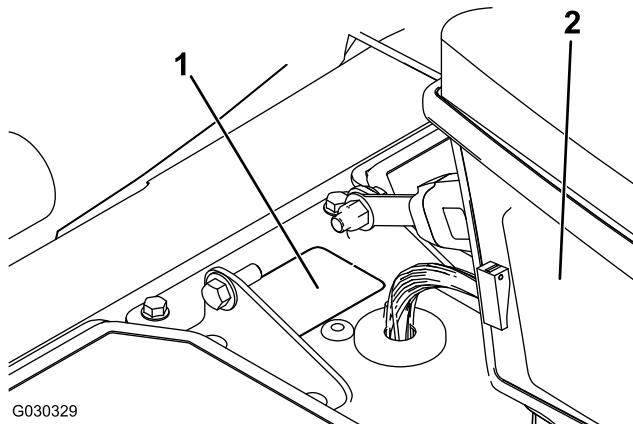

Figura 6
1. Detrás de la consola de control, retire el tapón (Figura 6).